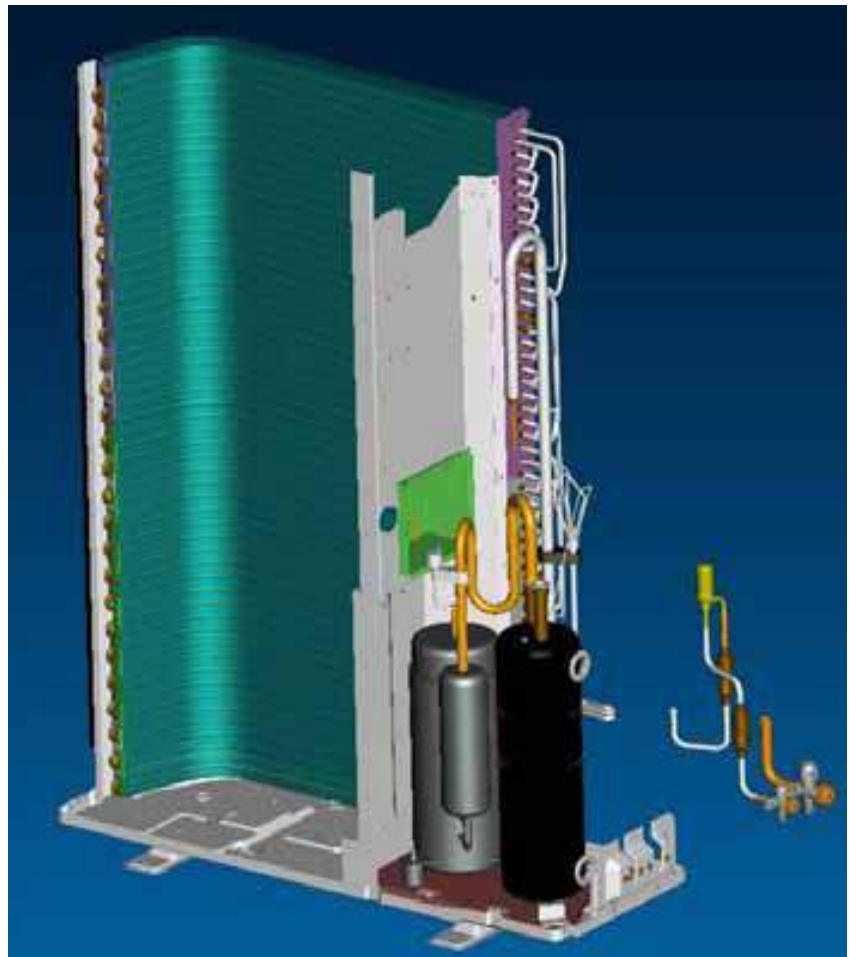

Рис.11
- ①. Снимите газовый клапан.
- Отпаяйте трубки, подсоединенные к газовому клапану (см.рис.11)